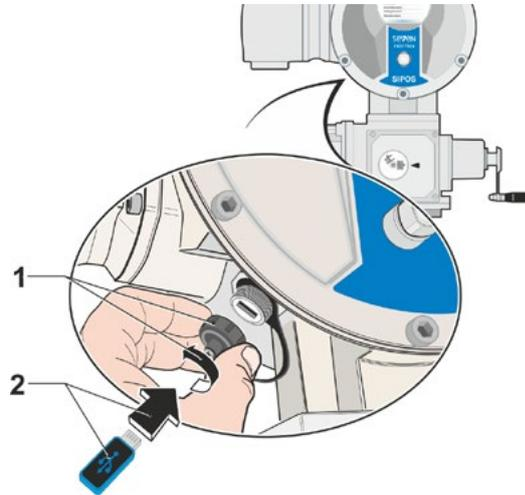

Fig. 1: Conectar memoria USB
- Desenroscar la tapa de la conexión USB a la izquierda debajo de la unidad electrónica (fig. 1, pos. 2).
- Conectar memoria USB (pos. 2).